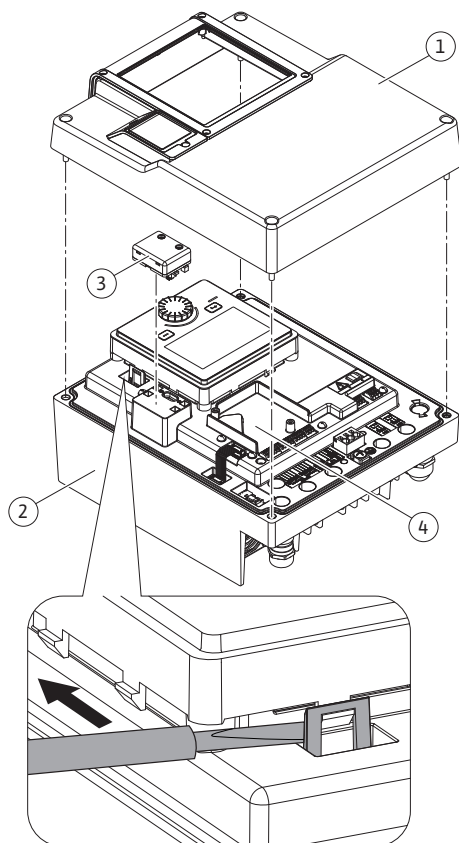
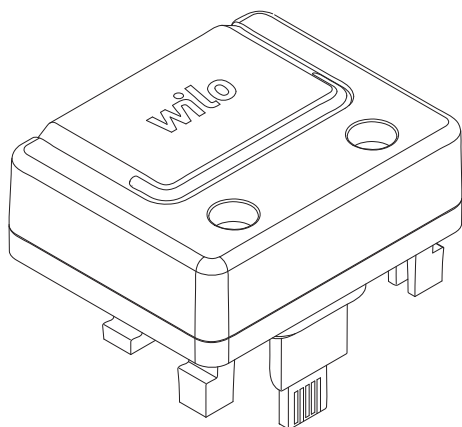

Fig. 25: Moduł elektroniczny
Fig. 26: Moduł BT Wilo-Smart Connect
1. Hak z zatrzaskiem (Fig. 25) należy ostrożnie otworzyć narzędziem (np. śrubokrętem).
Interfejs Bluetooth modułu BT Wilo-Smart Connect (Fig. 25, poz. 3 i Fig. 26) służy do połączenia z urządzeniami, takimi jak smartfon i tablet. Funkcja Wilo-Smart Connect znajduje się w aplikacji Wilo-Assistant. Za pomocą funkcji Wilo-Smart Connect można obsługiwać i nastawiać pompę, a dodatkowo odczytywać jej dane. Nastawienia patrz rozdział „Uruchomienie” [► 417].
1. Odkręcić cztery śruby górnej części modułu elektronicznego (Fig. 25, poz. 1; Fig. I, poz. 2).
3. Moduł BT Wilo-Smart Connect należy umieścić w przewidzianym interfejsie Wilo-Connectivity. Patrz Fig. 25, poz. 3.
Moduły CIF (wyposażenie dodatkowe) służą do komunikacji między pompami a systemem zarządzania budynkiem. Moduły CIF należy włożyć do modułu elektronicznego (Fig. 25, Pos. 4)